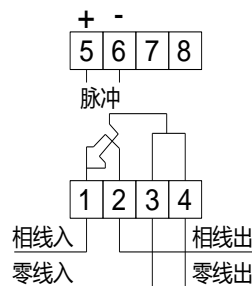

图 4 电能表接线图
- 5) 电能表应按接线端盖上的接线图正确接线。输入输出接线图 4所示: